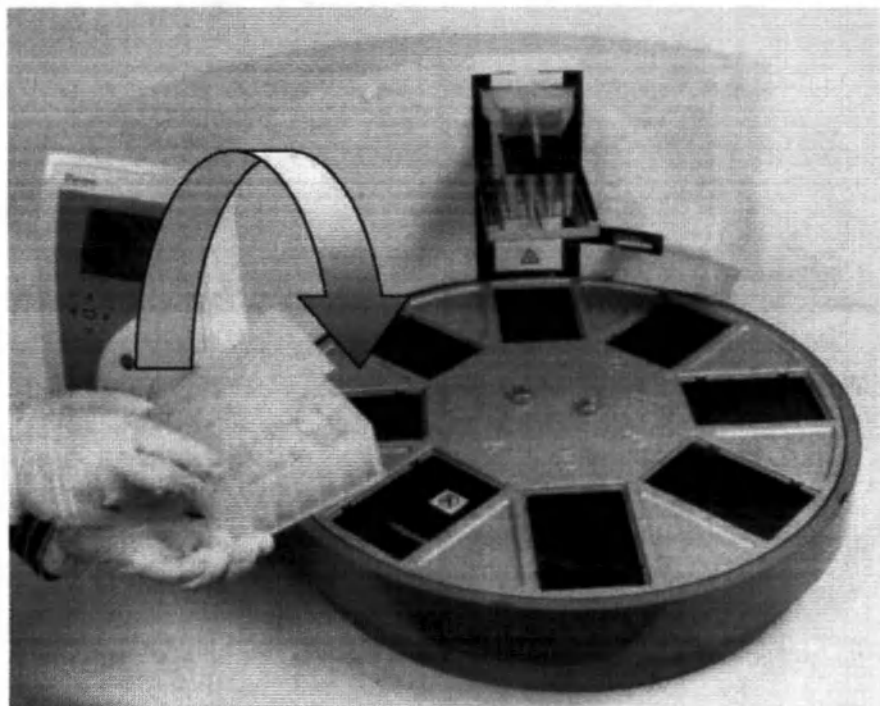
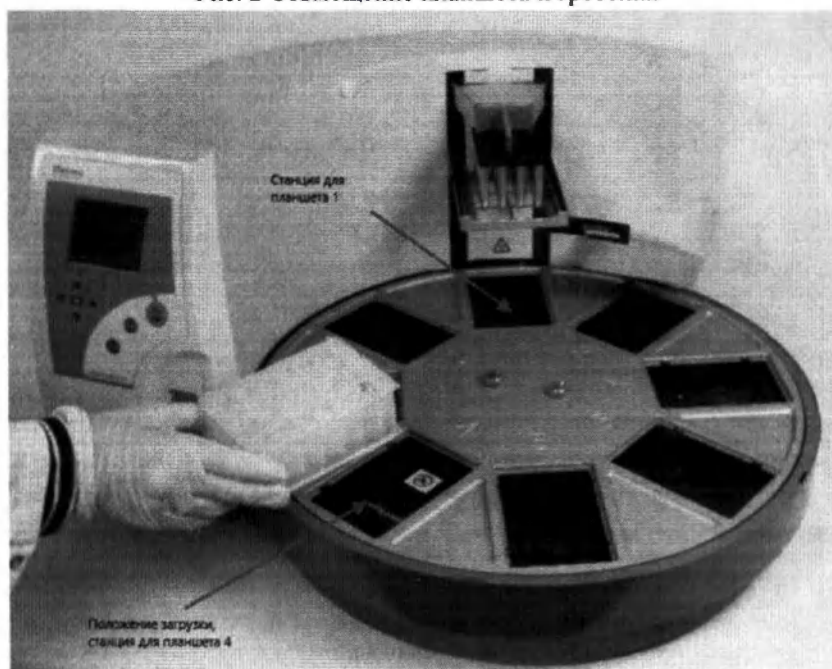
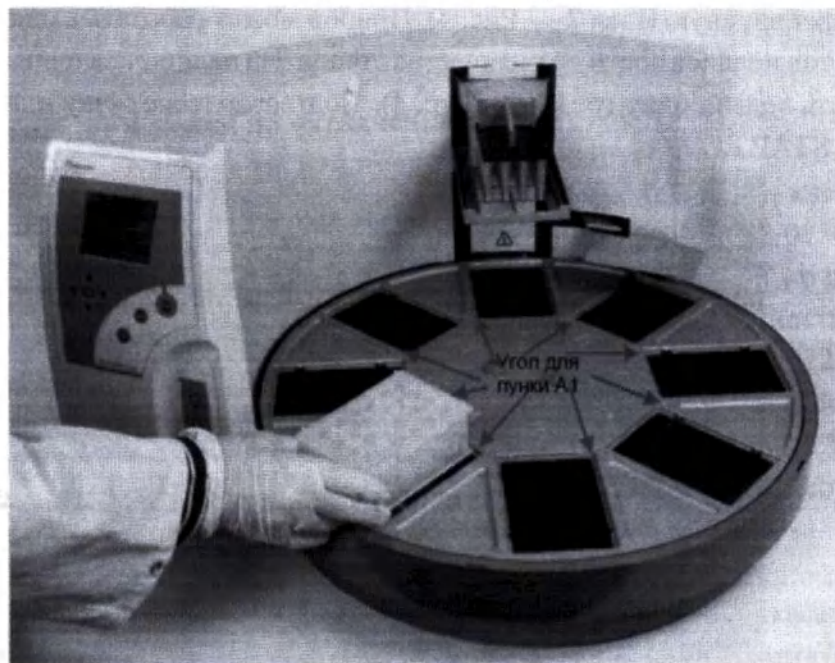
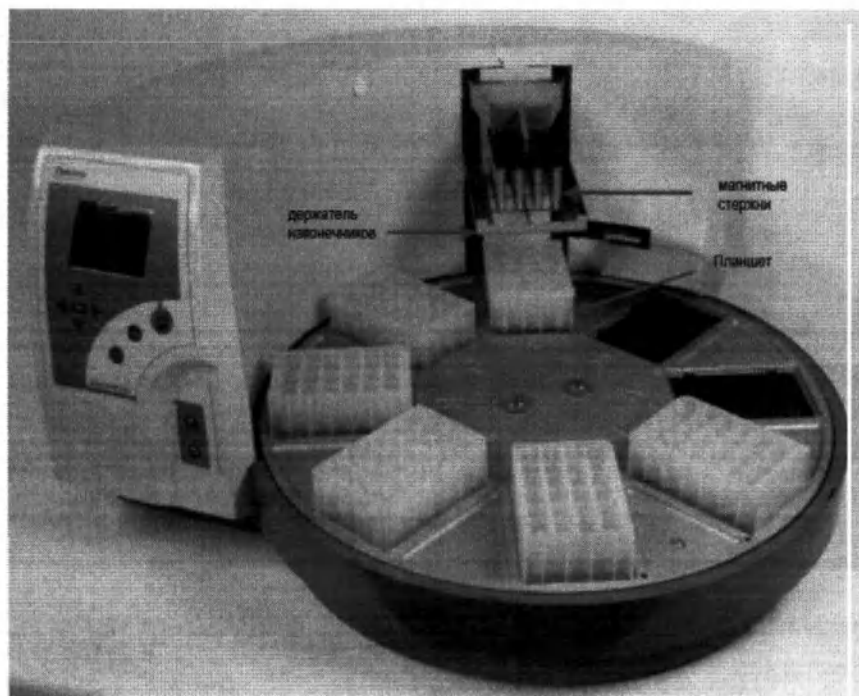

Рис. 2 Совмещение планшета и гребёнки
Рис.3 Совмещение планшета и гребёнки (В)
Рис. 4 Загрузка планшета и гребёнки
Рис. 6 Загруженные планшеты
3. Загрузите планшеты в том порядке, который запрашивается протоколом (Рис. 4— Рис. 6). Поместите планшет так, чтобы лунка A1 находилась в правом верхнем углу. Таким образом, первый ряд A1 всегда находится во внутреннем
круге. После того, как Вы загрузили требуемые планшеты в соответствующие станции, нажмите START. Гребенки всегда необходимо помещать на планшеты KingFisher вручную (Рис. 2 — Рис. 4). Прибор может работать с одной и до восьми планшетов в зависимости от количества этапов. На планшет за один прогон следует помещать только одну гребенку (Рис. 3). Подтвердите загрузку планшетов, нажав кнопку START.